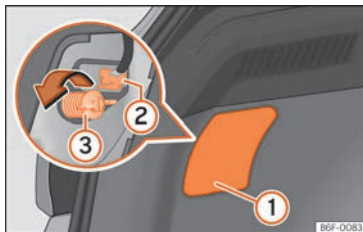

Abb. 107 Gepäckraum: Zugang zur Befestigungsschraube der Heckleuchte
3. Hebeln Sie die Abdeckung an der Aussparung »» **Abb. 107** **1** mit dem flachen Teil des Schraubendrehers ab.